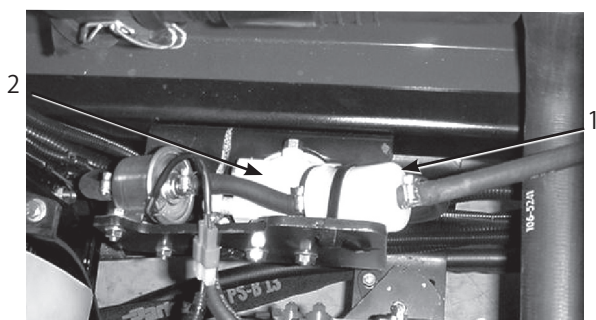

図39
- 古いフィルタのクランプ (図39) をゆるめて脇に寄せる (Fig. 39)。